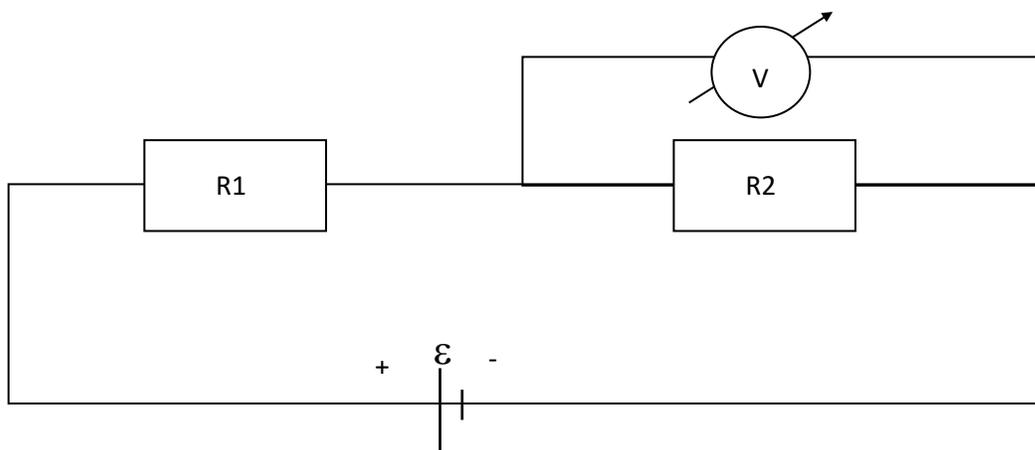

Figura 4: Circuito divisor de tensão.
1.A.1) Monte o circuito da figura 4 abaixo e, com ε da fonte de alimentação igual a **10 V**, meça a **ddp** sobre o resistor **R_1 e R_2** (para comparação) e sobre os dois resistores em série, com o voltímetro analógico na melhor escala para $R_1=R_2=100\Omega$, $R_1=R_2=1k\Omega$, $R_1=R_2=10k\Omega$ e $R_1=R_2=100k\Omega$. Este circuito é um divisor de tensão.